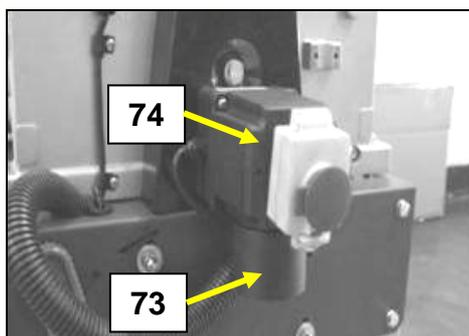

Fig 52
La machine est équipée d'une prise mâle (73) située sous le boîtier de commandes électrique (74) (Fig 52).